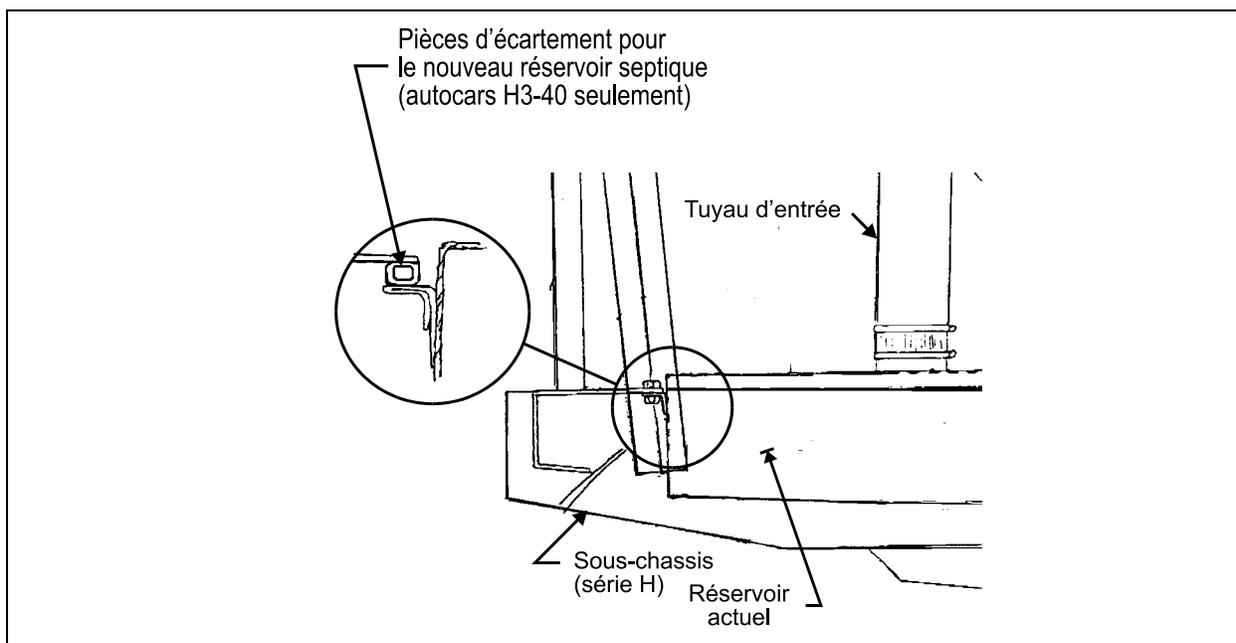

FIGURE 2 : VUE DU COMPARTIMENT MOTEUR DROIT
8. Enlever la partie visible du tuyau d'entrée (Fig. 2) situé à l'arrière du réservoir en retirant les deux colliers de serrage.
Remarque: *S'il s'agit d'un véhicule H3-40, les deux pièces d'écartement (Prévost #404406) doivent être installées sur les supports du réservoir du côté arrière du véhicule (Fig. 2).*